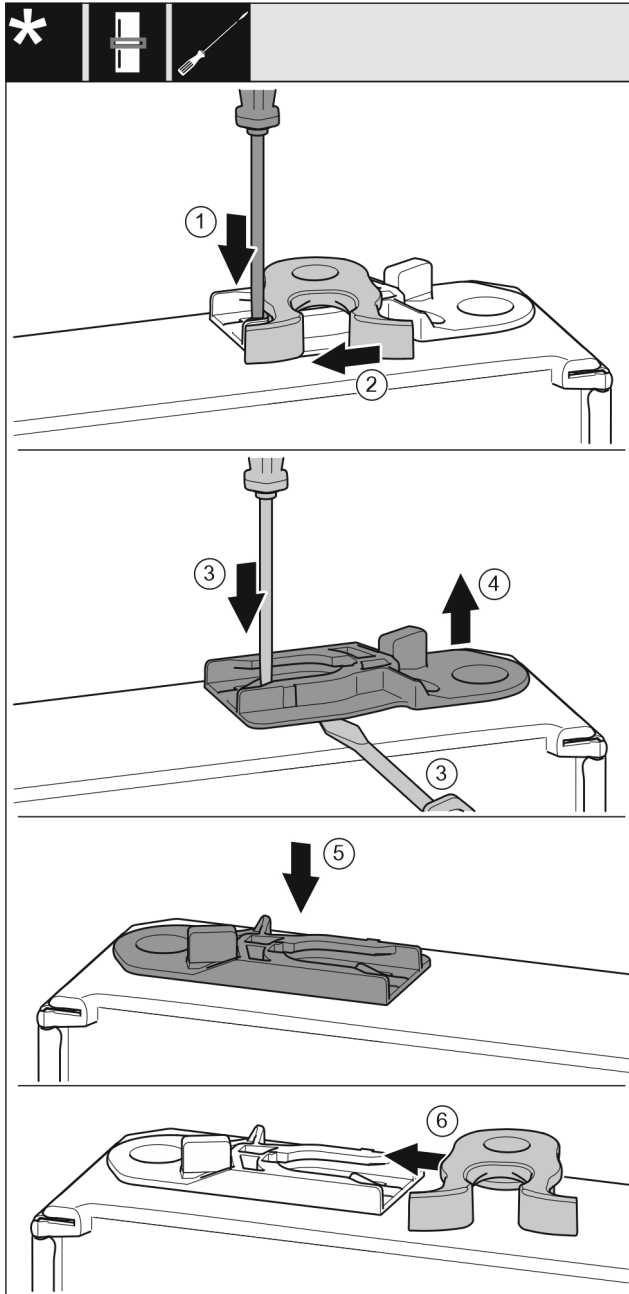

Fig. 18
- ▶ Paina kieleke alas uraruuvimeisselillä. Fig. 18 (1)
- ▶ Vedä sulkuhaka pois ohjaimesta. Fig. 18 (2)
- ▶ Ohjainholkin ulosvetäminen: Paina kielekettä uraruuvimeisselillä ja työnnä uraruuvimeisseli samanaikaisesti ohjainholkin alle. Fig. 18 (3, 4)
- ▶ Työnnä toimitukseen kuuluva ohjainholkki kotelon toiselle puolelle. Fig. 18 (5)
- ▶ Työnnä sulkuhaka ohjaimen. Fig. 18 (6)